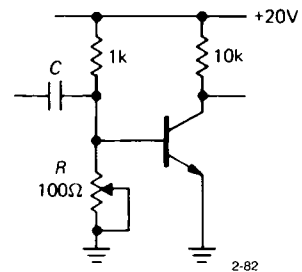

Figure 2.82
(7) Au mépris des leçons de ce chapitre, un étudiant distrait construit l'amplificateur de la figure 2.82. Il règle  $R$  de façon à placer le point de fonctionnement à 0,5  $V_{CC}$ . (a) Quelle est l'impédance d'entrée  $Z_{\text{entrée}}$  (à haute fréquence quand  $Z_C \approx 0$ ) ? (b) Quel est le gain